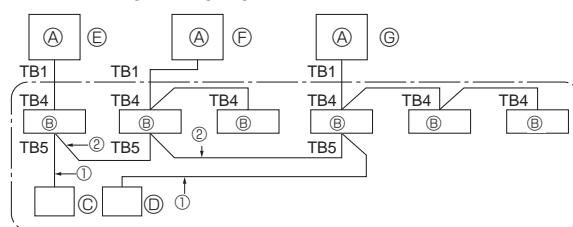

Fig. 10-1
③ Eftersom enheten stannar automatiskt inom två till tre minuter efter återvinningen av köldmedel (LED1 och LED2 tänds), stäng gasstoppventilen snabbt. När LED1 och LED2 tänds och utomhusenheten stannar, öppna stoppventilen för vätska helt, och upprepa sedan steg ② efter tre minuter.
④ Koppla ur spänningen (överspänningsskydd).
10. Systemkontroll (Fig. 10-1)